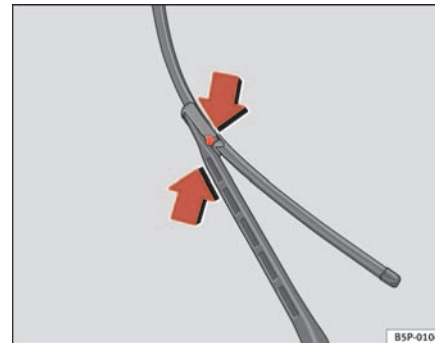

Abb. 166 Scheibenwischerblätter vorne austauschen
- Drücken Sie auf die seitlichen Sperren, und ziehen Sie das Wischerblatt in Pfeilrichtung heraus ⇒ Seite 228, Abb. 166